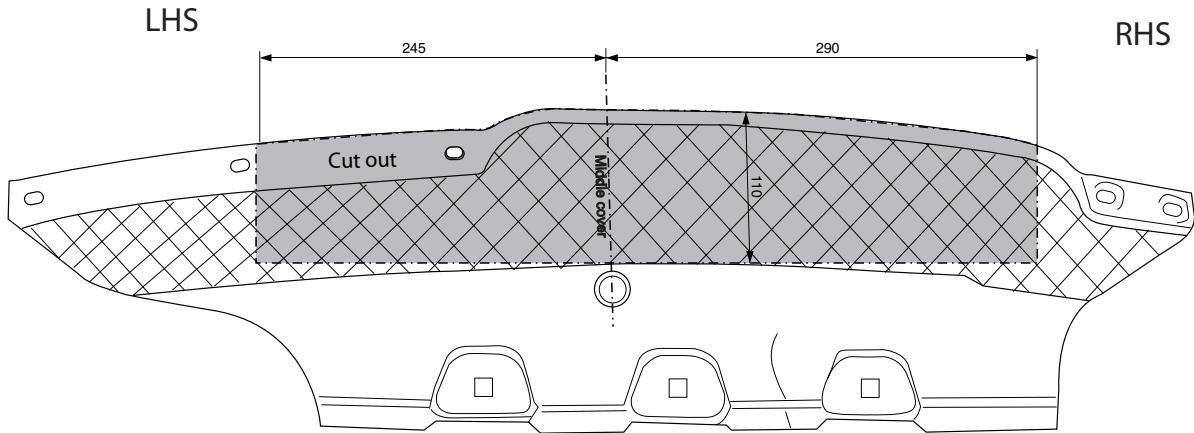

Fig.4
- Выпилить обозначенную часть, как указано на рис. 4 .и 5.